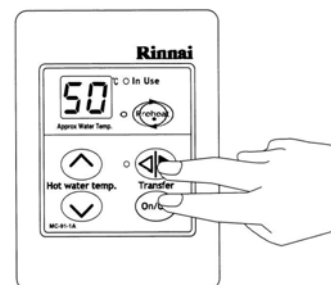

Fig.1
STEP 1: solamente sul comando remoto Master, premere e mantenere premuti contemporaneamente i tasti "Transfer" ed "ON/OFF" (Fig.1): il comando remoto emette due "beep"; uno al suo spegnimento ed uno dopo circa 5 secondi.